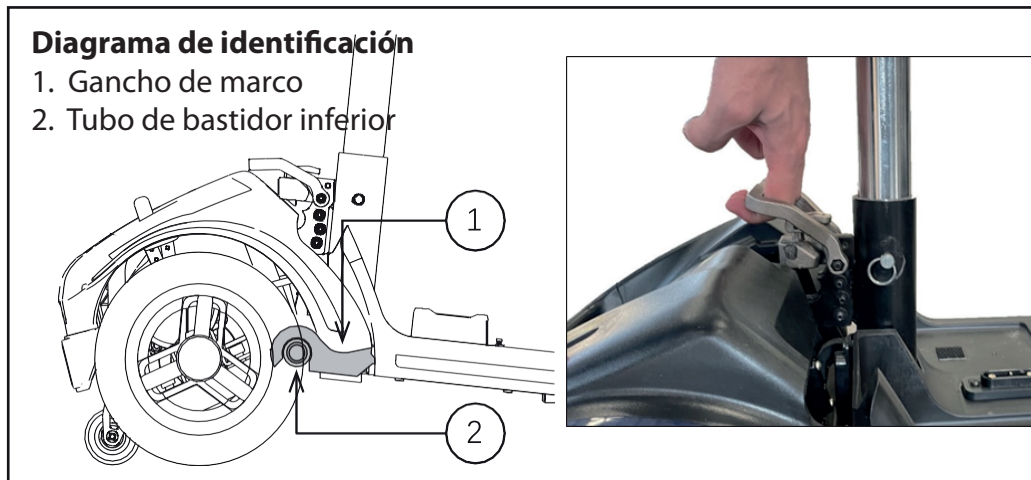

Figura 8. Separación del marco
ATENCIÓN – Antes de intentar el montaje, incline la mitad trasera del scooter ligeramente hacia atrás sobre las ruedas antivuelco como se muestra en la figura 8.
3. Separe lentamente las dos partes del scooter. Véase la figura 8.
2. Una vez que los ganchos del marco estén sobre el tubo del marco trasero, baje el marco delantero y gire el marco trasero simultáneamente. Esto activará el bloqueo del marco automáticamente. Véase la figura 8.